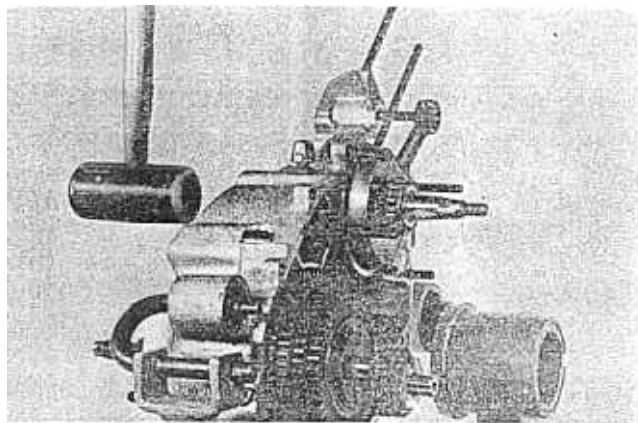

Fig. 11 D.
**Fig. 11 D. Cigüeñal:** Desmontar el cigüeñal del semicárter, lado embrague, golpeando ligeramente con un martillo de plástico o madera, en la extremidad del cigüeñal hasta que éste salga de su alojamiento.